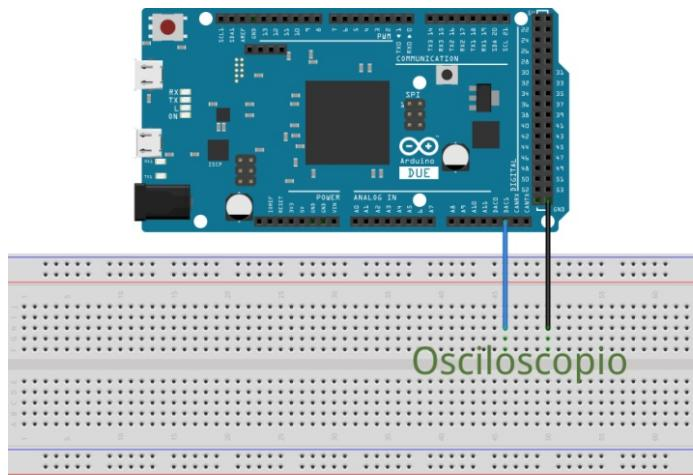

Figura 2.21. Diagrama esquemático practica #12.
- Visualizar en el osciloscopio la señal en la salida DAC1 de Arduino DUE (ver Figura 2.21).